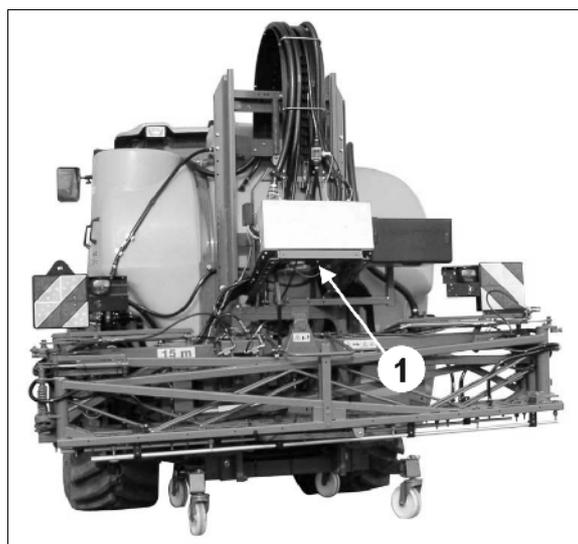

Fig. 134
1. Ôtez toutes les conduites de pulvérisation des vannes de tronçonnement (Fig. 134/1).
2. Reliez le raccord du débitmètre (Fig. 134/4) à une vanne de tronçonnement et branchez le au contrôleur.
3. Fermez les raccords des autres vannes de tronçonnement par des bouchons borgnes (Fig. 134/3).
1. Enlever une conduite de pulvérisation d'une vanne de tronçonnement (Fig. 134/1).